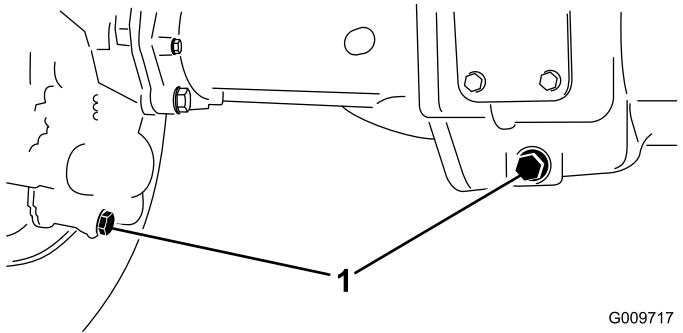

Figura 42
2. Limpie la zona alrededor de los tres tapones de vaciado, uno en cada extremo y uno en el centro (Figura 42).